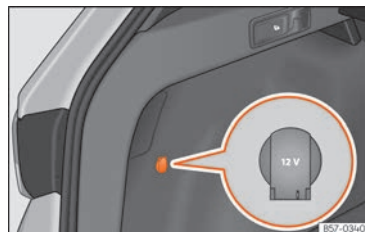

Fig. 169 Détail du revêtement latéral du coffre à bagages : prise de courant de 12 volts
- Levez le cache de la prise de courant »» fig. 169.